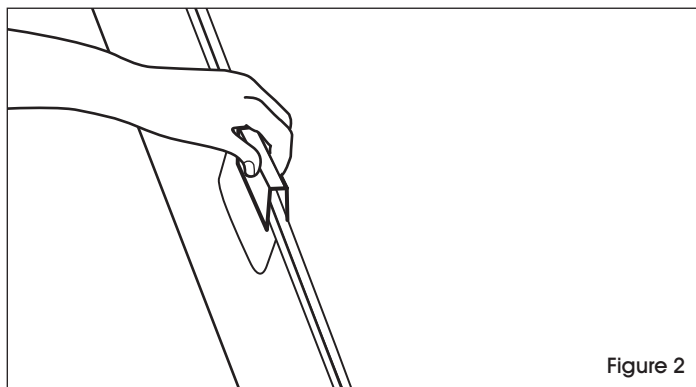

Figure 2
3. Once the connector is positioned over the top edges of both workstations, hammer down the connector using a plastic or rubber mallet. (See Figures 2 and 3)
2. Place two workstations side by side. Position the connector over the top edges of the workstations. (See Figure 2)
2. Placez deux stations de travail côte à côte. Placez le raccord sur les rebords supérieurs des stations de travail. (Voir Figure 2)
3. Lorsque le raccord est positionné sur les rebords supérieurs des stations de travail, enfoncez le raccord à l'aide d'un maillet en caoutchouc ou en plastique. (Voir Figures 2 et 3)